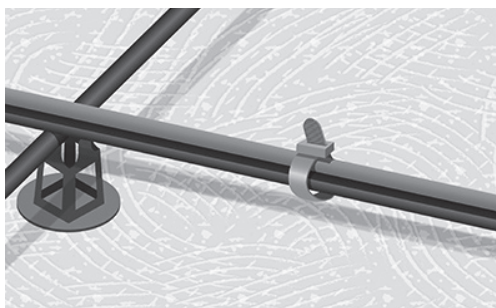

Fig. 5. Kabeln är fäst. Buntbanden är lösa och inte på skarvarna
7. Rulla ut kabeln och fäst värmekabeln vid armeringsnätet (Fig. 5).